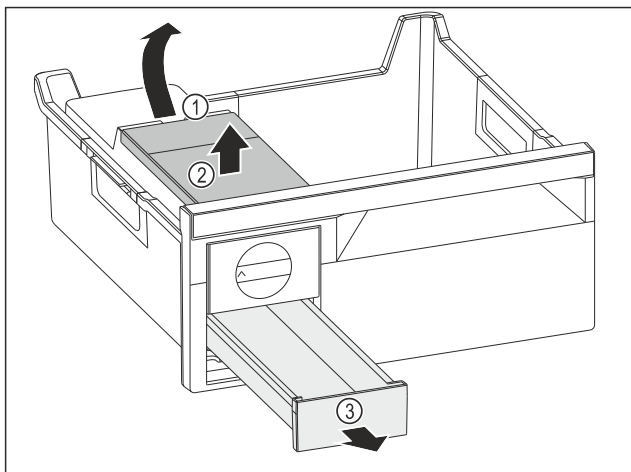

Fig. 104
- Odstranjevanje rezervoarja za vodo: Dvignite rezervoar za vodo za izrez Fig. 104 (1).
- Rezervoar za vodo Fig. 104 (2) dvignite in odstranite.
- Predal za ledene kocke Fig. 104 (3) povlecite naprej in odstranite.